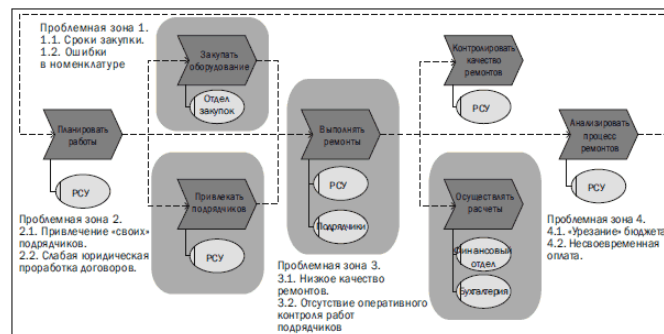

Рис. 2. Проблемные области процесса
3. На рис.2 показаны четыре проблемные области. Первая из них связана с закупкой оборудования, вторая — с привлечением подрядчиков, третья — с выполнением ремонтов, четвертая — с осуществлением расчетов за выполненные работы и оборудование. Приводятся краткие формулировки проблем для каждой проблемной области.